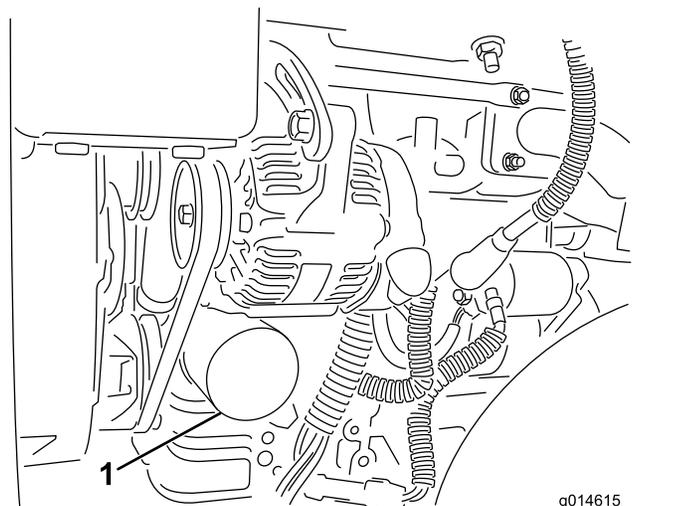

図 31
2. オイルフィルタ 図 31 を外す。新しいフィルタのガスケットに薄くエンジンオイルを塗る。